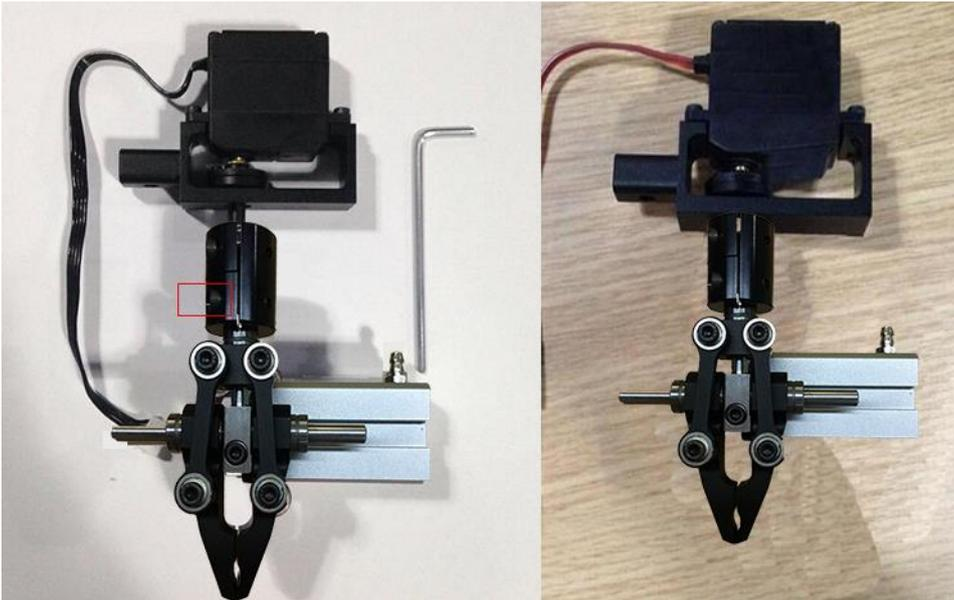

图 5.10 安装手爪
**步骤 2** 用2.5mm内六角扳手将手爪套件安装在舵机上，如图 5.10所示。